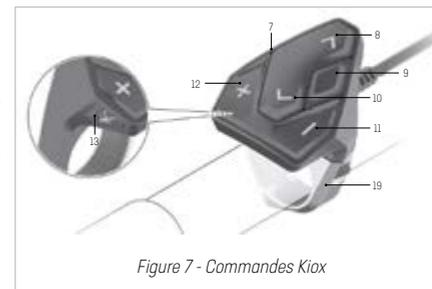

Figure 7 - Commandes Kiox
La pression des touches (10) et (8) (voir figure 7) ouvre les pages-écrans d'informations sur les valeurs de marche, même pendant la conduite. Cela permet de garder les deux mains sur le guidon pendant que l'on roule. Les « Réglages » accessibles au moyen de la page-écran d'état ne sont pas modifiables pendant la conduite. En poussant sur la touche de sélection (9), les fonctions suivantes sont accessibles:
Pour les modèles E-OMNIA X-Type et FX-Type, l'assistance s'active en poussant brièvement sur la touche WALK de l'ordinateur de bord. Pour les modèles E-OMNIA T-Type (man et lady), C-Type, FT-Type, l'assistance s'active en poussant brièvement sur la touche (13) de la figure 7 de l'ordinateur de bord. Une fois la fonction active, pousser dans les 3 secondes sur la touche + et la maintenir. Le propulseur de l'eBike s'activera. En niveau d'assistance OFF, l'aide à la propulsion ne peut pas être activée. Elle sera désactivée lorsqu'un des événements suivants se produit: relâchement de la touche +, blocage des roues du vélo (par exemple en cas de freinage ou de collision contre un obstacle) ou vitesse supérieure à 6 km/h (3,7 mph pour la version américaine).